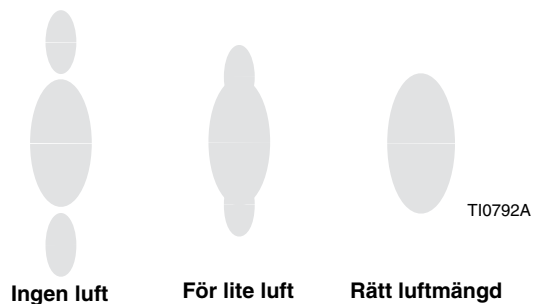

FIG. 15
- Ställ in sönderdelningslufttrycket till cirka 3,5 kPa, 0,35 bar, när pistolen aktiveras. Kontrollera sprutmönstret och öka sedan lufttrycket sakta tills svansarna sönderdelas helt och dras in i sprutmönstret. Se FIG. 15. 4,9 till 7,0 kPa, 0,49 till 0,7 bar lufttryck är normalt tillräckligt för att sönderdela svansarna, särskilt för material med låg viskositet. Ställs lufttrycket för högt avlagras färg på luftmunstycket och effektiviteten minskar. Överskrid inte 0,7 MPa, 7 bar lufttryck till pistolen.